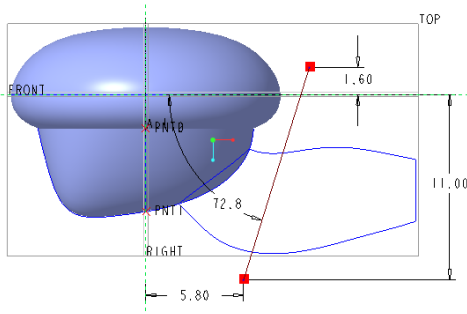
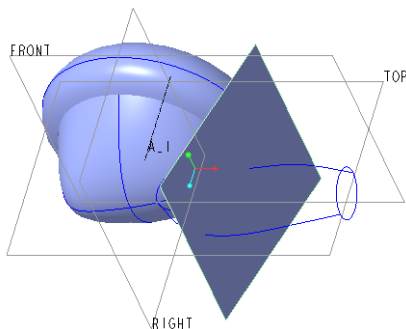

图 13-127 绘制一条直线段
图 13-128 创建的拉伸曲面
- ① 单击“拉伸”按钮, 接着在出现的“拉伸”选项卡中单击“曲面”按钮.
- ② 选择 TOP 基准平面为草绘平面。
- ③ 绘制图 13-127 所示的一条直线段, 单击“确定”按钮.
- ④ 选择深度选项为“对称”图标选项, 接着设置深度值为“15”。
- ⑤ 在“拉伸”选项卡中单击“完成”按钮, 创建的拉伸曲面如图 13-128 所示。